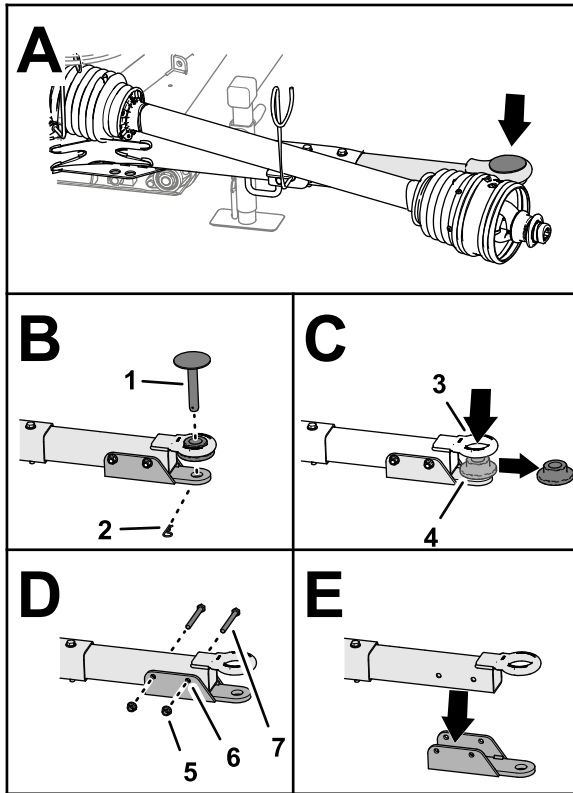

Bild 7
- Entfernen Sie den Splint, mit welcher der Anbauvorrichtungsstift an der Deichsel befestigt ist, und entfernen Sie den Anbauvorrichtungsstift (Bild 7).
- Entfernen Sie die Bundbuchse von der Zapfenaugse (Bild 7).
- Entfernen Sie die beiden Sicherungsbundmutter und die beiden Kopfschrauben, mit der die Lastösenhalterung an der Deichsel befestigt ist, und entfernen Sie die Lastösenhalterung (Bild 7).